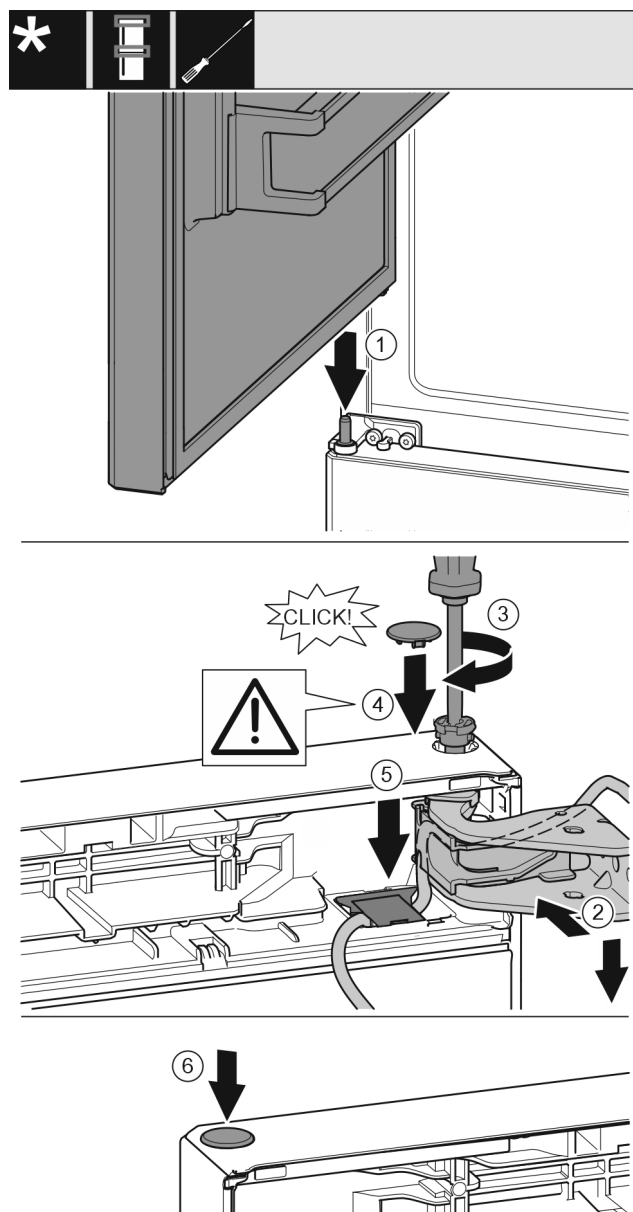

Fig. 42
- ▶ 将冰箱上方门放置在中间轴承螺栓上 Fig. 42 (1)
- ▶ 将门的上方对准托架中的开口。 Fig. 42 (2)
- ▶ 放入螺栓并用 T15 螺丝刀拧紧。 Fig. 42 (3)
- ▶ 安装冰箱门安全装置的安全盖：放入安全盖并检查其是否紧贴在门上。否则，需将螺栓完全插入。 Fig. 42 (4)
- ▶ 重新安装好盖板并向下按压盖板，直到其卡入到位。 Fig. 42 (5)
- ▶ 放上堵头。 Fig. 42 (6)